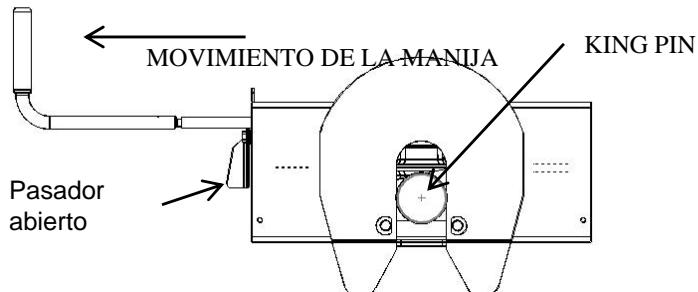

Fig. 11
4. Con la manija en la posición cerrada (Ver Fig. 10), reverse el camión lentamente hacia el remolque. A medida que el king pin entra al enganche empujará las mordazas del enganche abriéndolas y extenderá la manija (Ver Fig. 11). A medida que el king pin introduce completamente la cabeza, las mordazas se cerrarán alrededor del king pin y la manija regresará a la posición cerrada. (Ver Fig. 12)